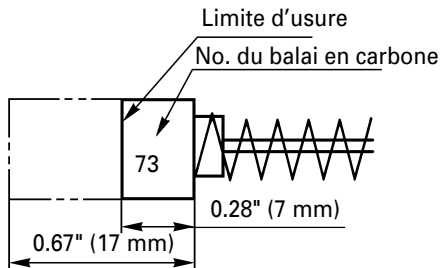

Fig. 10
3. Contrôle des balais en carbone (Fig. 10)
Utiliser le balai en carbone HITACHI No. 73 indiqué sur la Fig. 10.